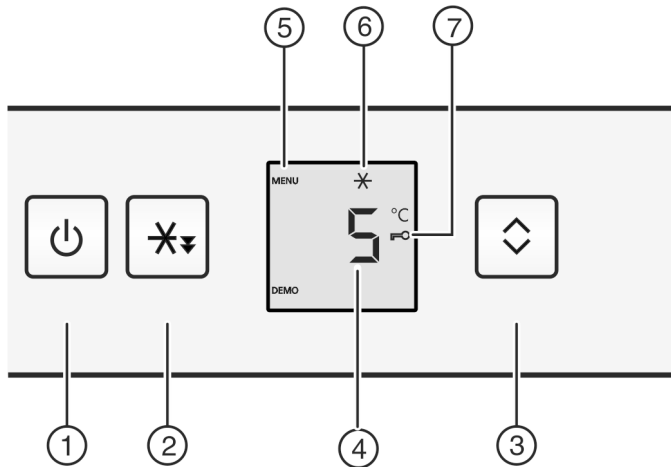

Fig. 2
- ▶ Taste On/Off Fig. 2 (1) drücken.
- ▶ Taste Schnellkühlen Fig. 2 (2) ca. 5 Sekunden drücken.
- ▷ In der Anzeige wird das Symbol Menu Fig. 2 (5) angezeigt.
- ▶ Mit der Taste Schnellkühlen Fig. 2 (2) kurz bestätigen.
- ▷ Das Symbol Kindersicherung Fig. 2 (7) leuchtet in der Anzeige.
- ▶ Die Taste On/Off Fig. 2 (1) kurz drücken.
- ▶ Taste Schnellkühlen *Fig. 2 (2)* kurz drücken.
- ▷ Das Symbol Schnellkühlen *Fig. 2 (6)* leuchtet in der Anzeige.
- ▷ Das Symbol Schnellkühlen *Fig. 2 (6)* erlischt in der Anzeige.